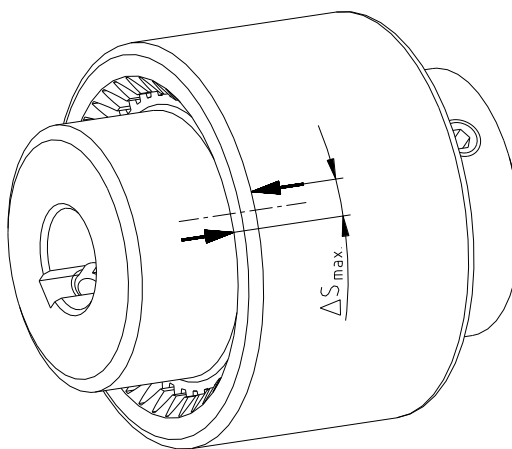

Bild 18: Kennzeichnung der Hülse und Nabe
- Kennzeichnung an Hülse und Nabe anbringen (siehe Bild 18).